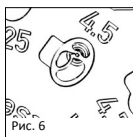

Рис. 6
■ **Рис.6** Колокол протеза должен находиться в основани-и углубления, а поперечина должна полностью рас-полагаться в предназначенном для нее пазу таким об-разом, чтобы верхняя поверхность поперечины заканчивалась поверхностью диска-измерителя.